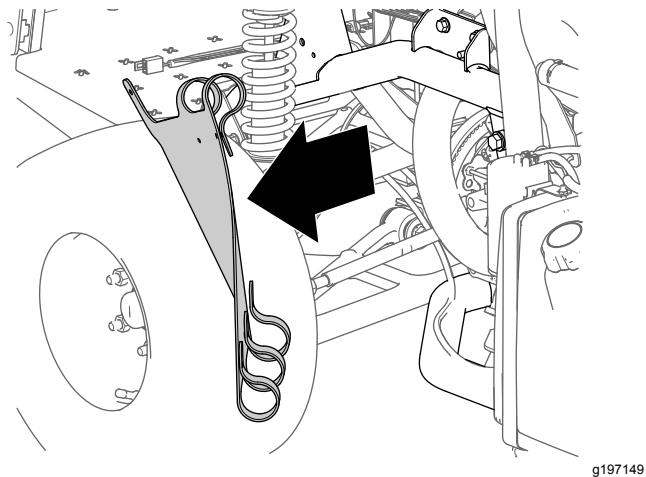

Bild 13
- Nehmen Sie die innere Kotflügelhaube von der Maschine ab (Bild 13).